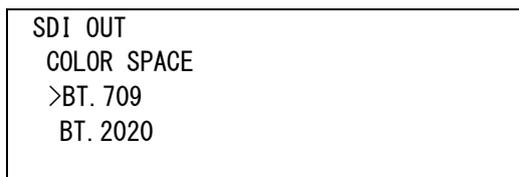

図4-106 オンスクリーンメニュー(COLOR SPACE例)
- 1) SDI OUTメニューで「COLOR SPACE[CSPC]」を選択し、**ENTER**ボタンを押すと図4-106のような設定メニューが表示されます。